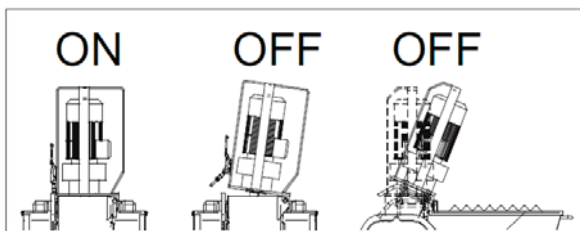

FIG. 11
- La apertura de la cámara de mezcla provoca la detención de los órganos en movimiento de la máquina (fig. 11). Es necesario cerrar la cámara de mezcla y accionar el pulsador de marcha para restablecer el funcionamiento de la máquina.